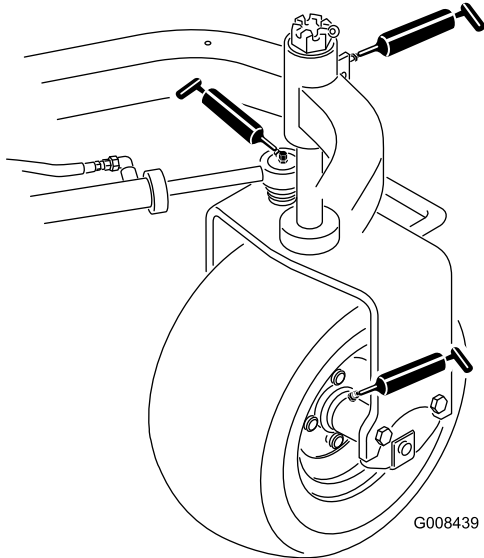

Bild 26
- Hinterradnabe (1) (Bild 26)
- Laufradlager (1) (Bild 26)
- Lenkzylinder (2) (Bild 26)